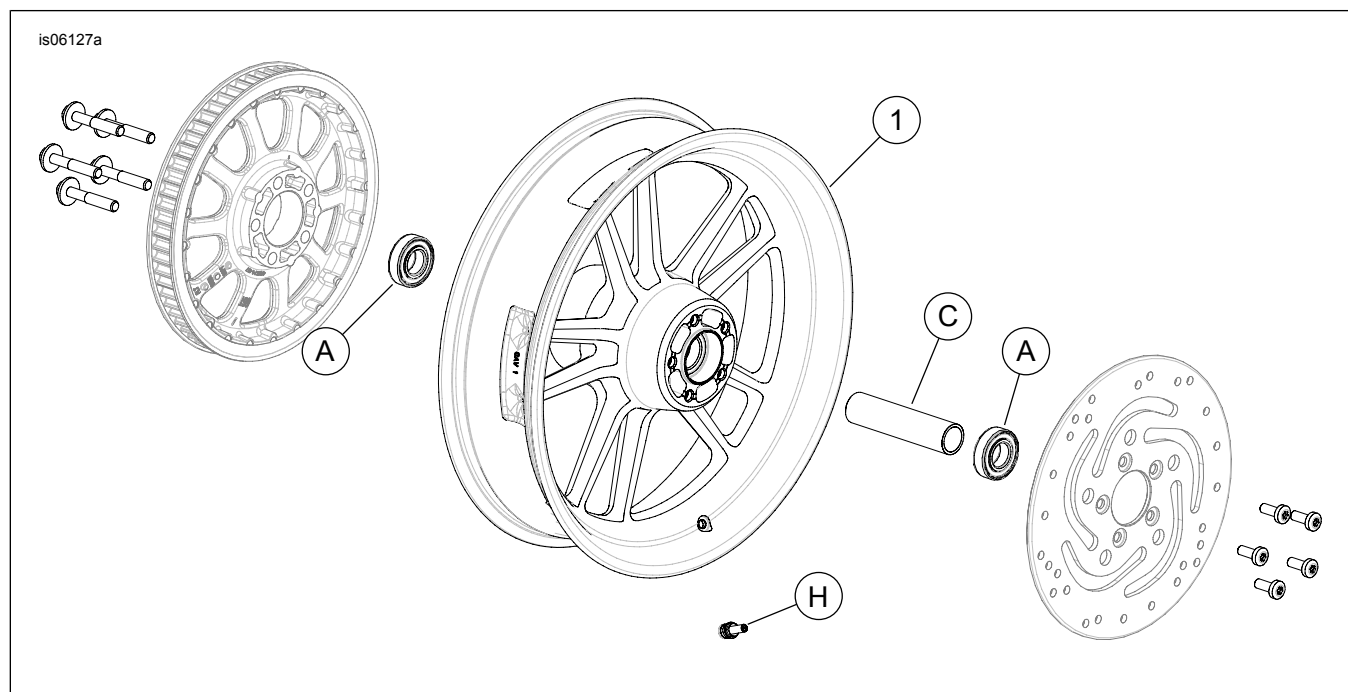

Figura 1. Piezas de servicio: Rueda trasera Switchblade (se muestra la de 17 pulg.)
Vea Figura 1 y las Tablas de piezas de servicio.
2. Vea Figura 1. Instale el conjunto del vástago de la válvula (H) en la rueda. Vea el Manual de servicio.